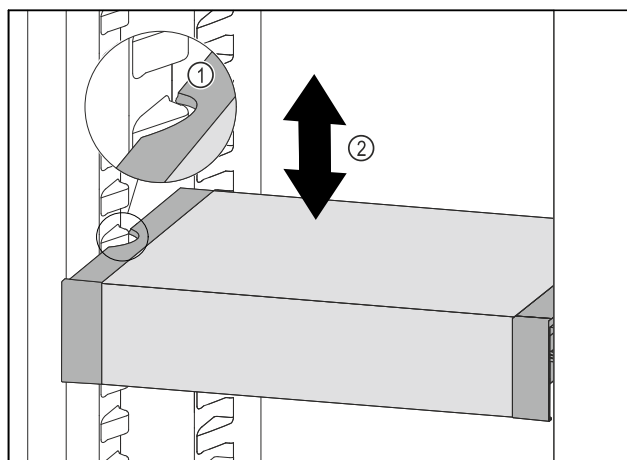

Fig. 128
- Predal VarioSafe povlecite v smeri naprej, dokler nista stranska izreza predala VarioSafe na višini nastavka za posodo v hladilniku. Fig. 128 (1)
- Predal VarioSafe premikajte v hladilniku gor ali dol, dokler ne dosežete želene višine. Fig. 128 (2)